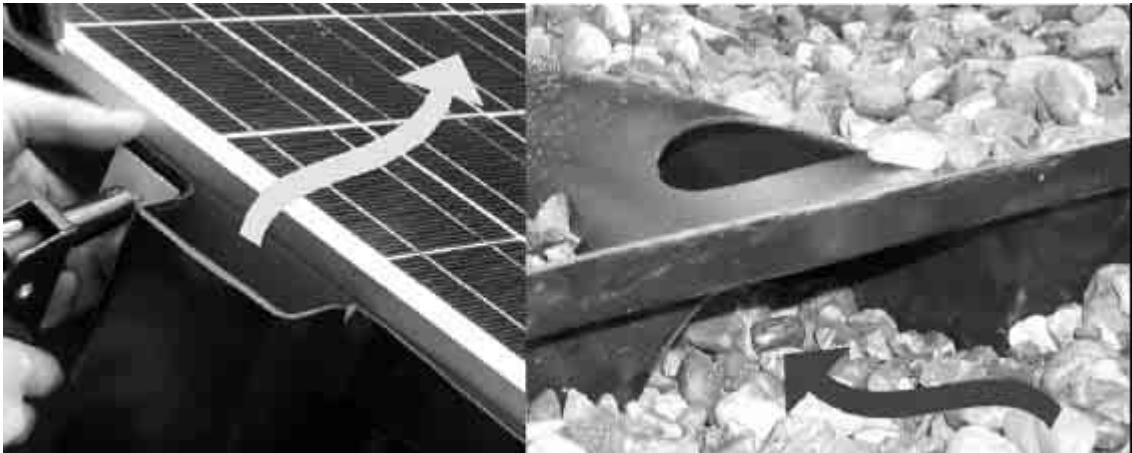

Fig. 2: *Le refroidissement des modules est assuré grâce à des orifices situés en bas et en haut du socle (la flèche symbolise la circulation d'air).*
- Le dispositif de refroidissement des modules photovoltaïque à fait l'objet d'une attention soignée. Des orifices pour l'air frais entrant sont réalisés en usine dans la partie inférieure de l'élément et l'évacuation de l'air est facilité par des colonnes verticales au dos du bac. Ces colonnes présentent de plus la fonction de raidisseurs de l'éléments (fig. 2)